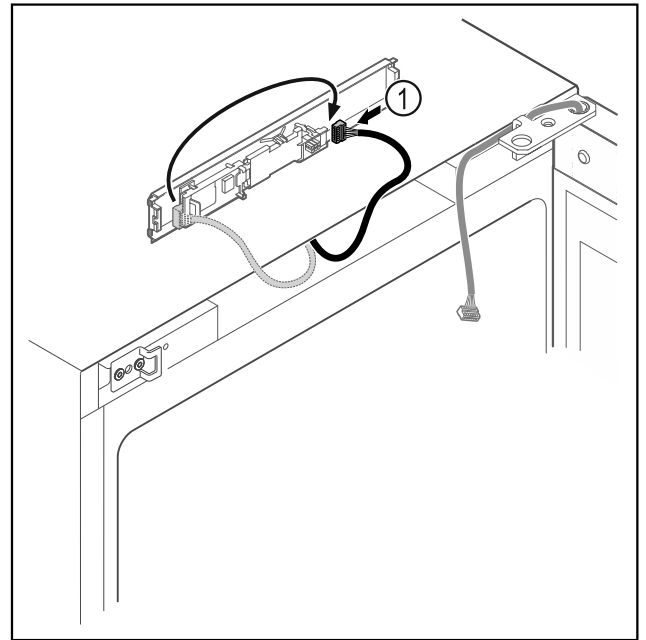

Fig. 15
- ▶ Aseta pistoke Fig. 15 (1) levyyn toiseen kohtaan.